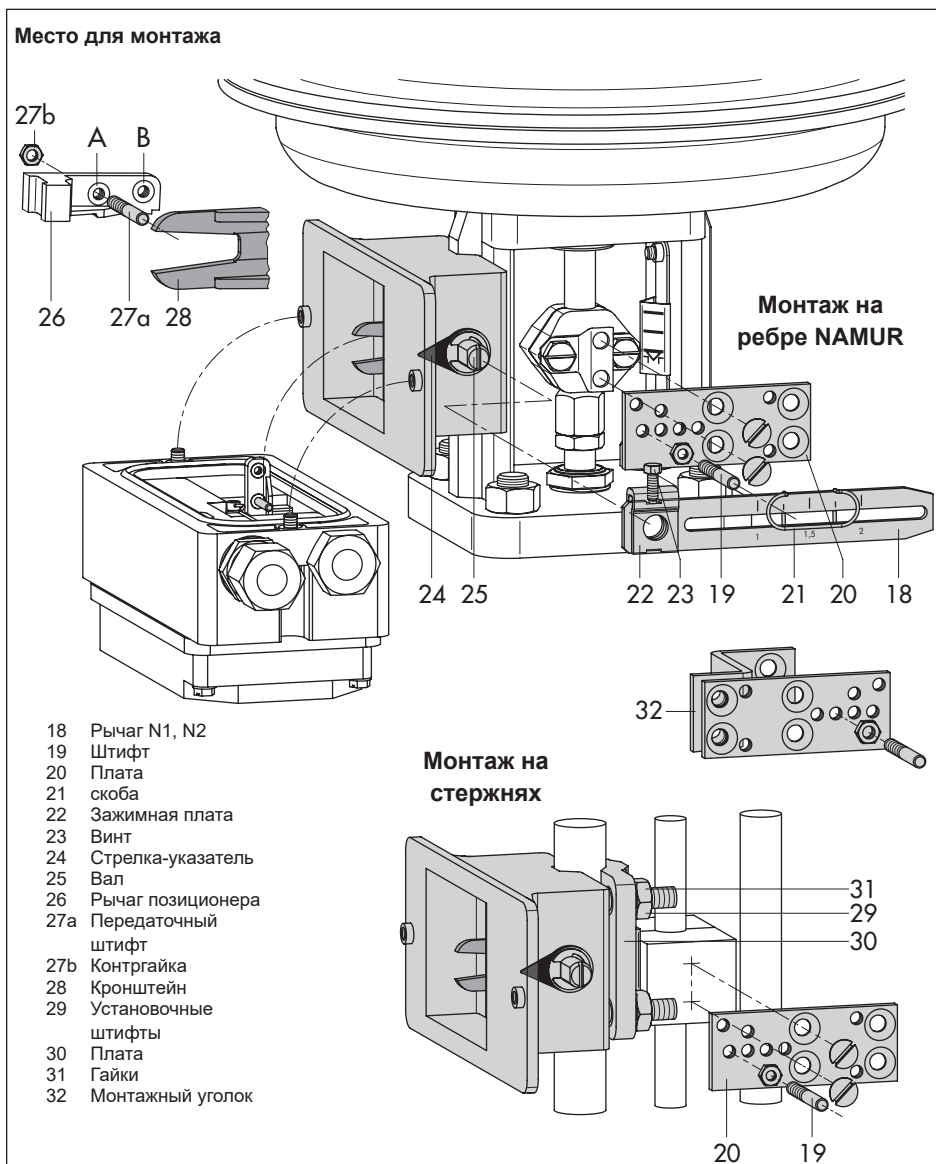

Рис. 6: Монтаж согласно IEC 60534-6 (NAMUR)
Монтаж выполняется с использованием корпуса адаптера (Рис. 6).. При этом ход регулирующего клапана через рычаг (18) и вал (25) передаётся на кронштейн (28) корпуса адаптера и далее перемещение поступает через передаточный штифт (27а) на рычаг позиционера. Чтобы передаточный штифт (27а) правильно располагался в кронштейне (28), на обратной стороне позиционера следует установить пружину, входящую в комплект аксессуаров, как показано на Рис. 4.
Установка позиционера на регулирующий клапан может выполняться слева или справа (Рис. 5 и Рис. 6). Поворачивая позиционер на корпусе адаптера на 180°, можно определять и изменять рабочее направление блока позиционера регулирующего клапана.
Монтажное положение из положения глядя на плату подъема (20), привод вверх (см. также Рис. 6)
→ Монтажные компоненты и измерительная пружина: см. Табл. 4/Табл. 5; монтаж согл. Рис. 6.
2. Установите вал (25) в корпусе адаптера так, чтобы чёрный указатель (24) совпал с литой отметкой на корпусе адаптера.
3. В этом положении затяните винтом (23) зажимную плату (22).
4. Завинтите передаточный штифт (27а) на стороне запрессованной гайки на рычаге позиционера и зафиксируйте штифт на противоположной стороне шестигранной гайкой, соблюдая положение при монтаже А или В согласно Табл. 6 и Рис. 6.